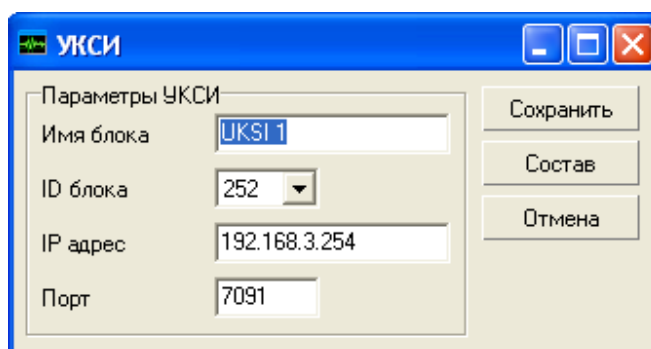

Рис.3.7.4. Внешний вид окна сетевых настроек УКСИ
– Для регистрации в базе данных АРМ УКСИ нового УКСИ; нажать экранную кнопку «Добавить». При этом на экране появится окно сетевых настроек УКСИ, представленное на рис.3.7.4.
После заполнения полей по рис. 3.7.4, нажать экранную кнопку сохранить. При этом диалоговое окно регистрации закроется, а вновь зарегистрированный УКСИ появится в списке в основном окне приложения.
и нажать экранную кнопку «Редактировать». При этом на экране появится окно представленное на рис. 3.7.4. В этом окне нажмите экранную кнопку «Состав». При этом откроется окно редактирования состава цепей, контролируемых УКСИ, представленное на рис.3.7.5.